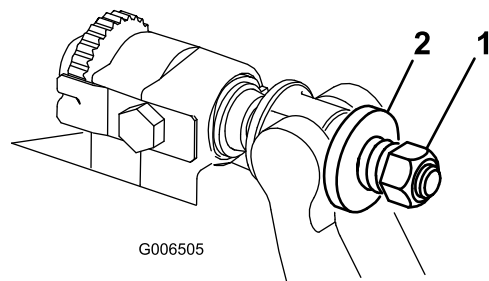

Figura 36
6. Apriete la tuerca de tensado del muelle hasta que el muelle esté comprimido del todo, luego aflójela 1/2 vuelta (Figura 36).